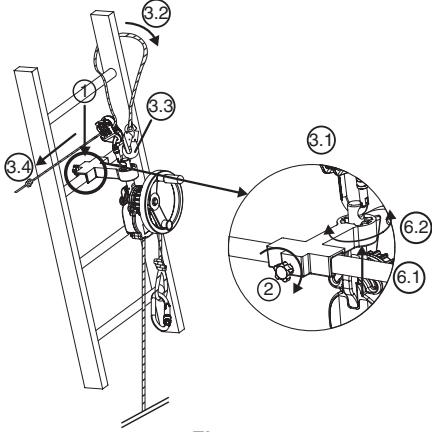

Fig. 7
6.3.3. Derope™ UP K apparat (Fig. 7)
1. Installer den lille støttekonsol på stigens trin i den valgte position for at foretage redningsaktionen over den person, der skal evakueres (Fig. 7, 1).
2. Fastspænd blokeringsaksen, der sidder bag på støttekonsollen, ved hjælp af fastspændingsbolten (Fig. 7, 2).
- Fastgør forbindelsesleddet til indstillingsanordningen LCM 05 i hullet øverst på tilkoblingsaksen (Fig. 7, 3.1).
- Før sikringslinen omkring det trin på stigen, som ligger umiddelbart ovenover konsollen, ved at føre den omkring en af stigens vanger (Fig. 7, 3.2).
- Kobl sikringslinens forbindelsesled sammen med forbindelsesleddet på indstillingsanordningen LCM 05 (Fig. 7, 3.3).
- Stram sikringslinen ved at trække på den frie streng (Fig. 7, 3.4).
6. Vend Derope™ apparat efter behov ved at ændre tilkoblingsaksens position i indekseringsanordningen (Fig. 7, 6.1 – 6.2).